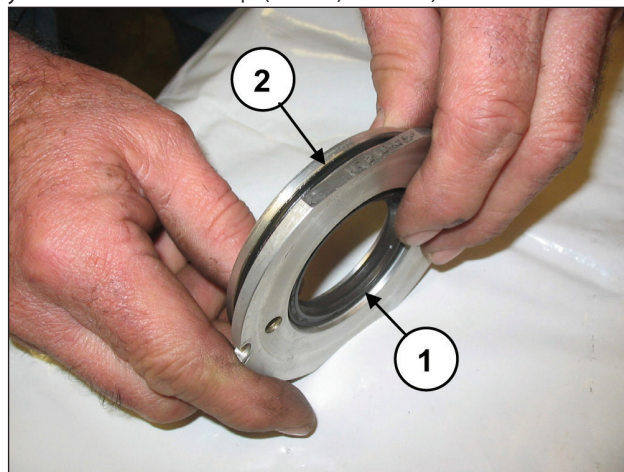

Рис. 165
Замените сальник (поз. ①, Рис. 165) и внешнее уплотнительное кольцо (поз. ②, Рис. 165).